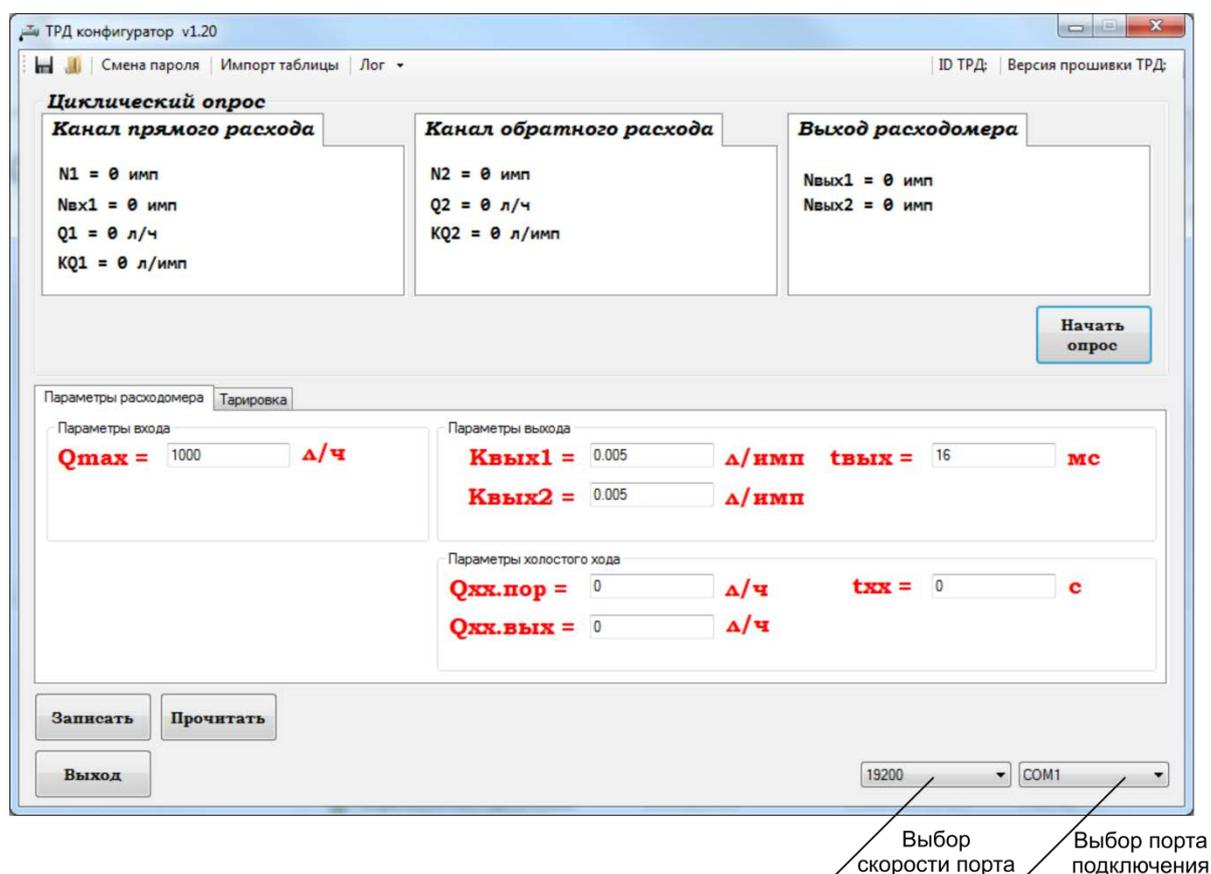

Рисунок 13 – Общий вид программы
Перед любыми операциями необходимо выбрать порт и скорость передачи данных (рис. 13).
В поле «Циклический опрос» (рис. 13) выводятся параметры работы устройства в реальном времени:
**⚠ ВНИМАНИЕ!!!** Во избежание потери заводских настроек, после запуска программы необходимо прочитать текущую конфигурацию расходомера. Для этого необходимо нажать на кнопку [Прочитать] (рис. 13).
Запись и чтение конфигурации дифференциального расходомера осуществляется с помощью кнопок [Записать] и [Прочитать] (рис. 13).
Для завершения работы программы необходимо нажать на кнопку [Выход] (см. рис. 13). При этом состояние всех полей конфигурации устройства будет сохранено в файле «default.xml», находящемся в каталоге с программой.